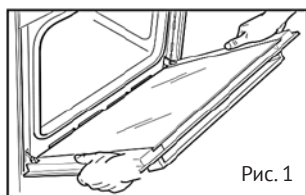

Рис. 1
- Удерживайте дверцу под углом (рис. 1.)